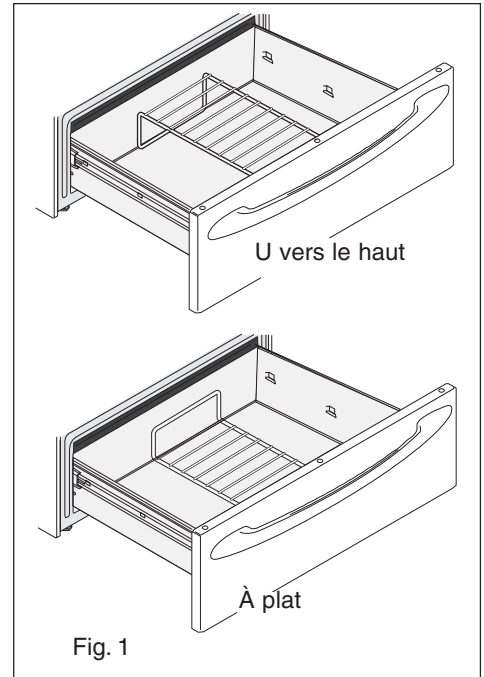

Fig. 1
Disposez la grille du tiroir réchaud comme illustré (Fig. 1).
3. Chaque fois que vous appuyiez sur les touches  ou  la puissance du tiroir réchaud augmente ou diminue. Le tiroir réchaud possède 5 niveaux de puissance, allant de **HI (HAUT)** (voir Fig. 1) à **LO (BAS)** (voir Fig. 3), en passant par **MED (MOYEN)** (voir Fig. 2). Note: Pour de meilleurs résultats, préchauffez le tiroir réchaud avant d'y placer les aliments. Un tiroir vide préchauffera en 15 minutes.